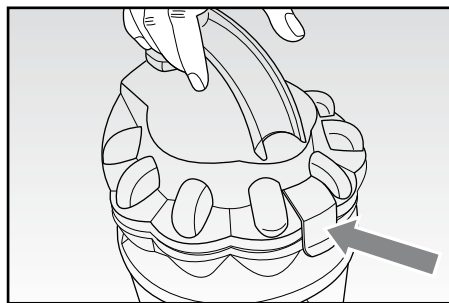
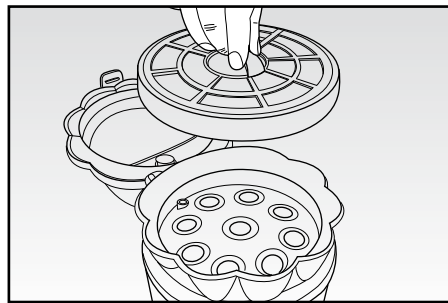

Fig. 8
Fig. 9
- Per una pulizia completa del contenitore (A) è necessario smontarlo in ogni sua componente, operando come di seguito descritto:
- premere l'apposito pulsante ed aprire il coperchio del contenitore (A) (Fig. 8); quindi estrarre il filtro sottostante (Fig. 9);